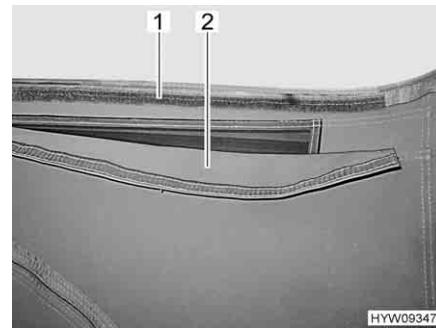

Fig. 36 Aerazione (aperta)
- Portare verso l'alto la membrana in tessuto (Fig. 36,2) e spingerla sulla parte in velcro (Fig. 36,1).